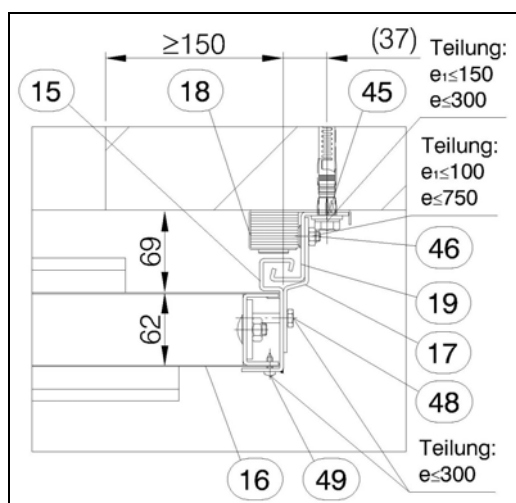
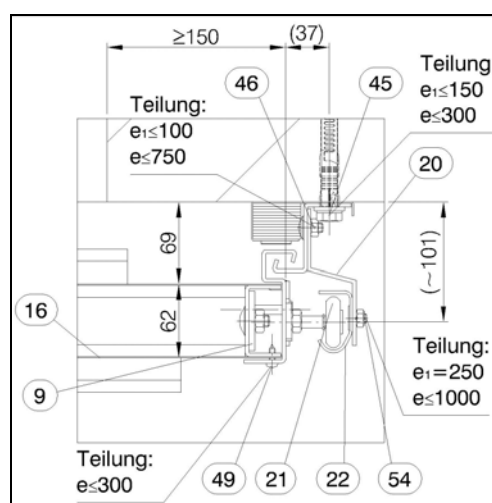

Abb.13
Abb.14
- Seitliche Torblattdichtung (15) inklusive Montagehilfe (17) und Labyrinthdichtung (19) am Torblatt(16) mittels Pos. (46), (48) u. (49) befestigen, Abb.13.
- Kleine Wanddichtung (18) und Labyrinthdichtung (19) mittels Pos. (45), Kunststoffdübel⁴ $\varnothing 14 \times 140$ bei Mauerwerk oder Hochleistungsanker³ FH 12/10 S bei Beton, an der Wand befestigen.
- Montagehilfen durch Führungsschienenhalter (20) ersetzen (Abb.14).